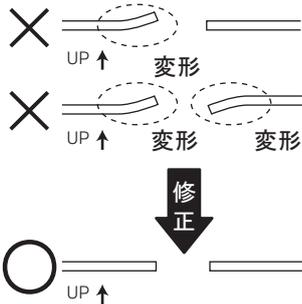

図4 後面視 ※LH図示 左右共通作業
- 図4のように型紙⑤Bのカットラインに沿って切り取り、後面部分を残して中央寄り部分を剥がす。(左右各1箇所)